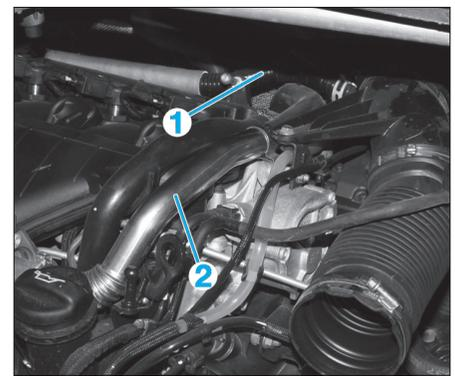

Fig. 44
- Déposer (Fig.44) :
- la durit (1),
- le tube EGR (2).